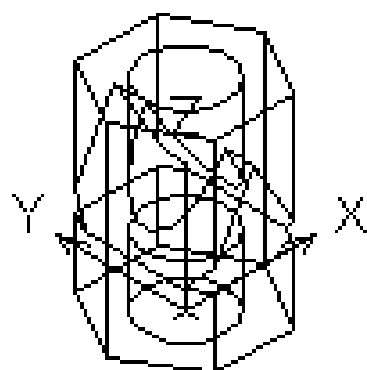

Рис.5.48
25. Кнопкой  X (X Axis Rotate UCS) выполнить поворот ПСК (UCS) вокруг оси X на минус 90 градусов – рис.5.48.